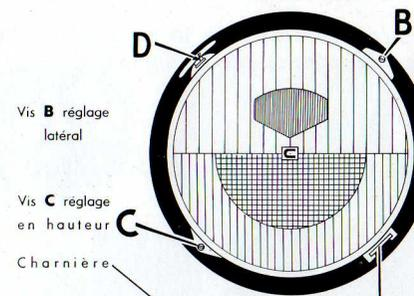

Figure 15
#### Phares Cibié (fig. 15) :
- Agissez sur le ressort D (fig. 15). L'ensemble bascule autour d'une charnière située en bas à droite de la glace.